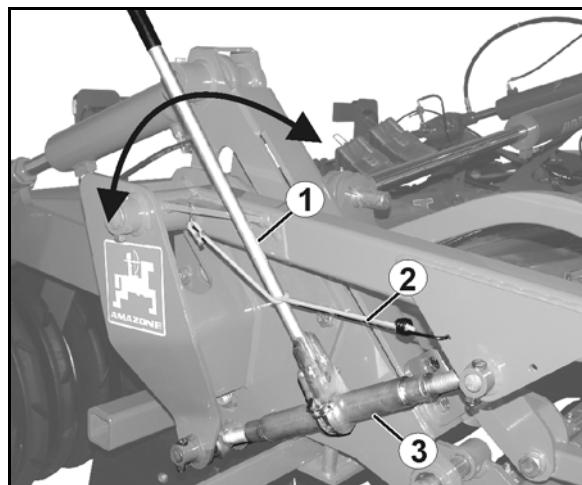

Fig. 39
1. Løsne spaken (Fig. 39/1) fra strammestroppen (Fig. 39/2).
4. Forleng/forkort spindelen (Fig. 39/3) med sveiven.